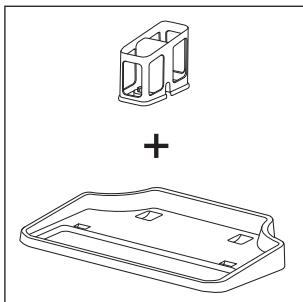
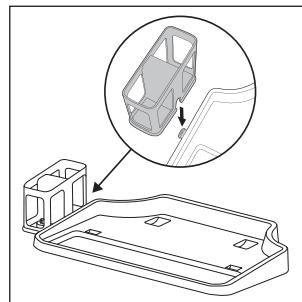

Fig. 4
Fig. 5
- ♦ La station d'accueil et de nettoyage est composée d'un socle ④ et d'un support pour rouleau brosse ⑤ (voir fig. 4). Pour monter la station d'accuei et de nettoyage, glissez le support pour rouleau brosse ⑤ latéralement dans l'ouverture sur le socle ④. Glissez le support pour rouleau brosse ⑤ vers le bas jusqu'à ce qu'il encliquète audiblement dans l'ouverture et qu'il soit bien fixé sur le socle ④ (voir fig. 5).